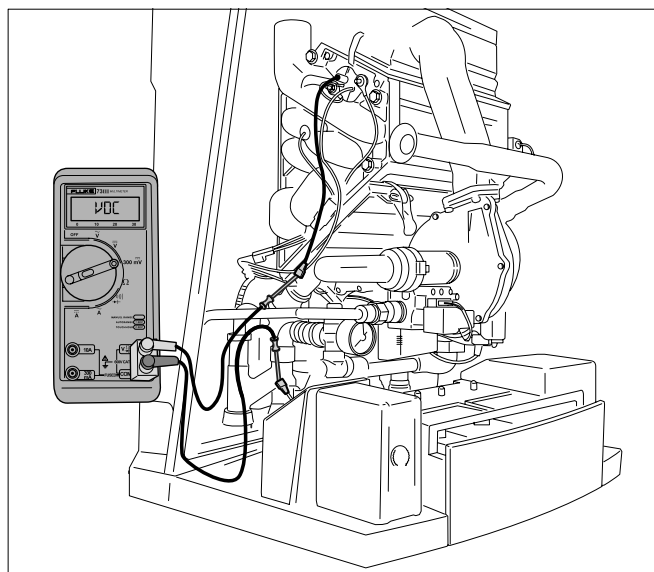

Fig. 33 Măsurarea fluxului de ionizare
- Conectați aparatul de măsurare în serie (vezi Fig. 33).